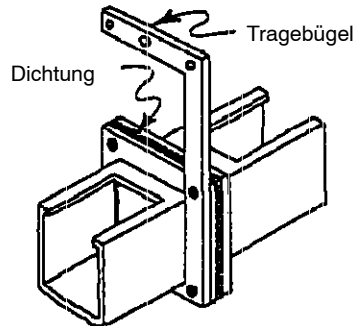

Abb. 13
**VII. Tragebügel und Wandbefestigung:** Montieren Sie den Tragebügel und die Wandbefestigung wie in Abb. 13 und 14 gezeigt. Hinweis: Der Tragebügel und die Wandbefestigung passen nicht zwischen anliegende Kabelkanalflansche. Die Aufhängungen können an vielen verschiedenen Positionen an den Kabelkanalflanschen angebracht werden.